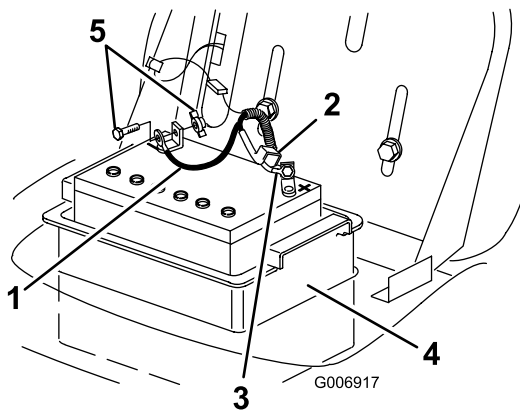

Figure 25
- Débranchez le câble négatif (noir) de mise à la masse de la borne de la batterie (Figure 25).
- Repoussez le capuchon en caoutchouc sur le câble positif (rouge). Débranchez le câble positif (rouge) de la borne de la batterie (Figure 25).
- Sortez le compartiment de la batterie et la batterie du châssis (Figure 25).
- Placez le compartiment de la batterie et la batterie dans le châssis (Figure 25).
- Connectez le câble positif (rouge) à la borne positive (+) de la batterie à l'aide du boulon et de l'écrou à oreilles (Figure 25).
- Connectez le câble négatif (noir) à la borne négative (-) de la batterie à l'aide du boulon et de l'écrou à oreilles (Figure 25).